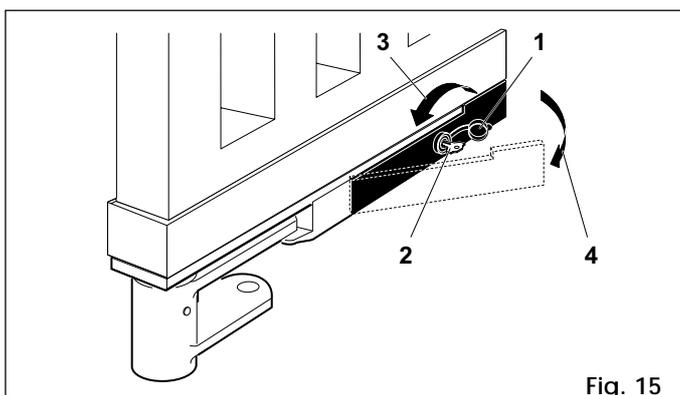

Fig. 15
- Quitar el tapón de protección de la cerradura (fig. 15-ref. 1).
- Introducir la llave de desbloqueo en la cerradura (fig. 15-ref. 2).
- Girar la llave en la dirección de la columna hasta el tope (fig. 15-ref. 3).
- Tirar de la palanca (fig. 15-ref. 4).